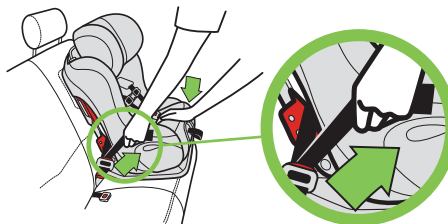

Figure 81
- Appuyez au centre du siège d'auto pour faire baisser le coussin du siège du véhicule et tirez l'extrémité de la ceinture d'ancrage DUA pour la serrer, tel qu'illustré dans la **Figure 81**.